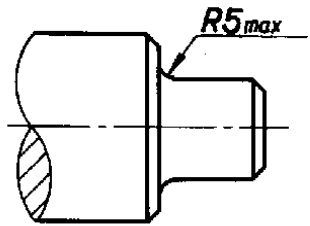

图 10
2.2.1 当尺寸仅需要限制单个方向的极限时，应在该极限尺寸的右边加注符号“max”或“min”（图10、11）。